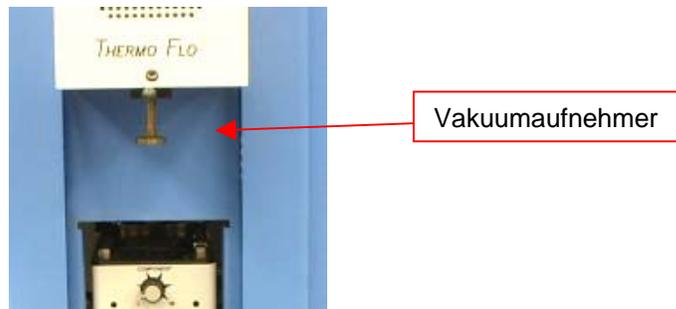

Abbildung 3a
- i. Setzen Sie einen Vakuumaufnehmer geeigneter Größe ein. Der Durchmesser muss keiner als der Oberteil der Steckverbindung sein. Der Aufnehmer wird festgeschraubt. (Abbildung 3a)